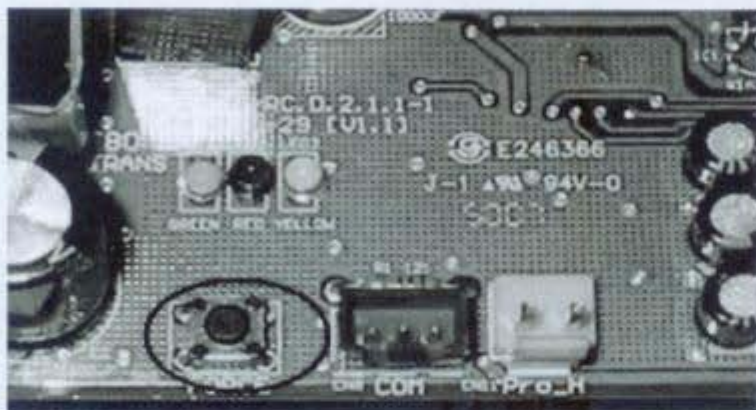

图9.1
- ① 在低压截止阀上外接一压力表。
- ② 打开室外机顶盖板。
- ③ 把主机开启到正常制热水状态。
- ④ 当压缩机开启后, 按下强制启动按钮(见图9.1圈中所示)
- ⑤ 关闭高压截止阀。
- ⑥ 当低压截止阀上的压力表显示到零以下时, 关闭低压截止阀, 冷媒回收完毕。